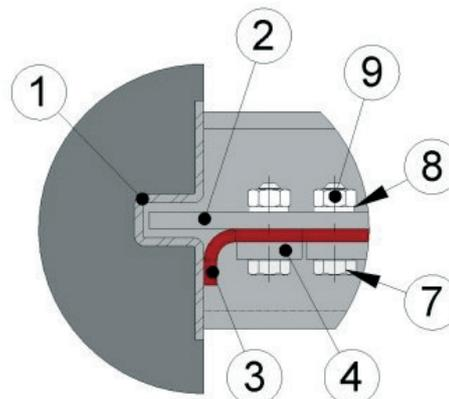

Fig. 6
3. Soltar e extrair os parafusos (7, 8 e 9) que prendem os flanges (4) e a junta (3).
4. Retirar os flanges (4) e, por último, a junta deteriorada (3); limpar o seu alojamento.
5. Colocar uma junta nova (3) impregnada de vaselina e com as mesmas dimensões da junta que foi retirada.
6. Voltar a colocar os flanges (4) fixando a junta (3). É importante que as juntas laterais e a junta inferior sobressaiam cinco milímetros da parte inferior do cortador (2), para poder realizar o fecho inferior correctamente. Verificar se estão bem montadas e aparafusá-las.
7. Introduzir o cortador no corpo, começando a dobrar as juntas laterais da parte inferior (colocação perpendicular ao cortador) e introduzindo o cortador no corpo. Continuar a introduzir o cortador ao mesmo tempo que dobra as juntas. É muito importante que a junta de fecho tenha a forma de "L" nas duas laterais, em todo o comprimento, tal como se pode ver na fig. 6.